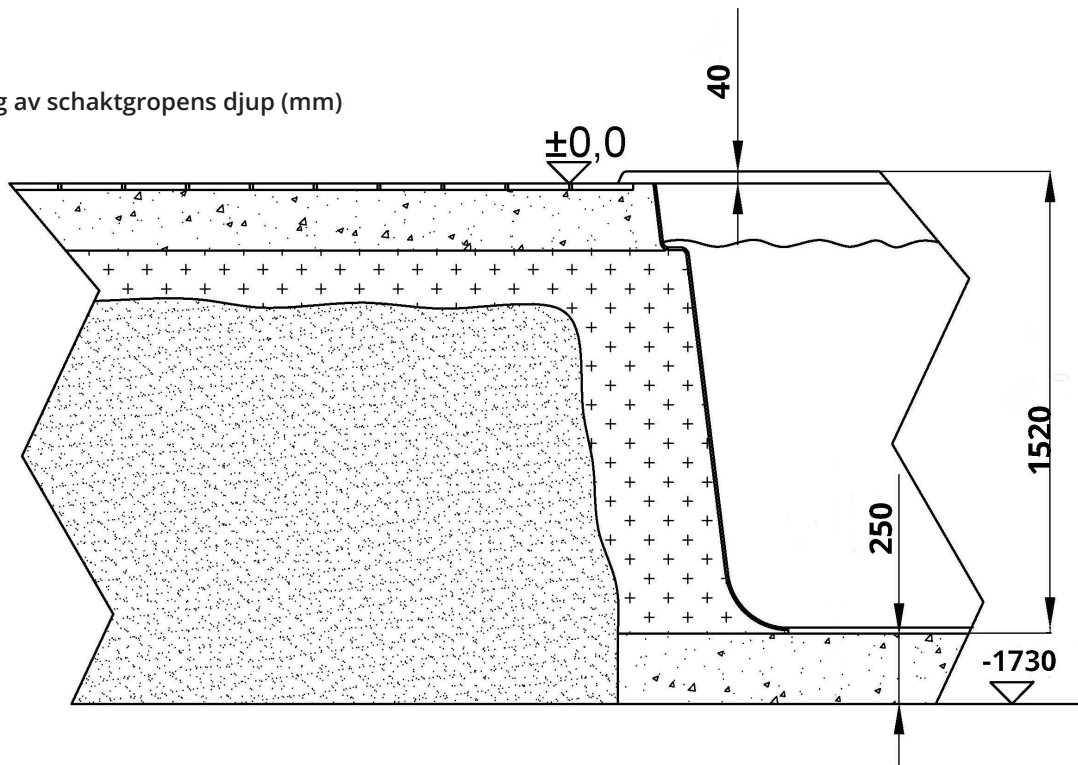

Fig 1
Enligt denna formel är håldjupet från ytan $(+40) - (1520) - (250) = -1730\text{mm}$. När jorden är bortforslad, jämna ytan så mycket som möjligt för att underlätta för nästa moment. I fig 1 (nedan) ligger poolens sargkant ovanför marknivå.